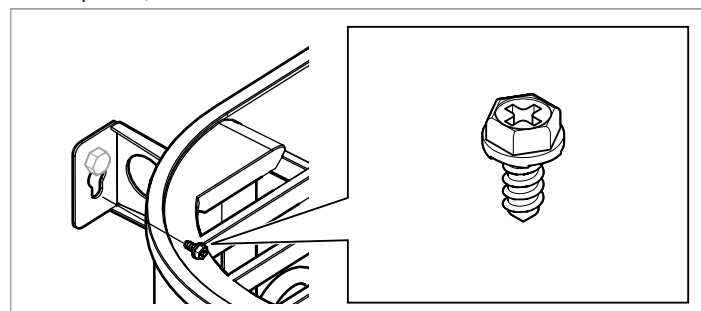

Рисунок 10: Зажимной винт кронштейна
8. Закрепите устройство зажимным винтом см. Рисунок 10, страница 19.